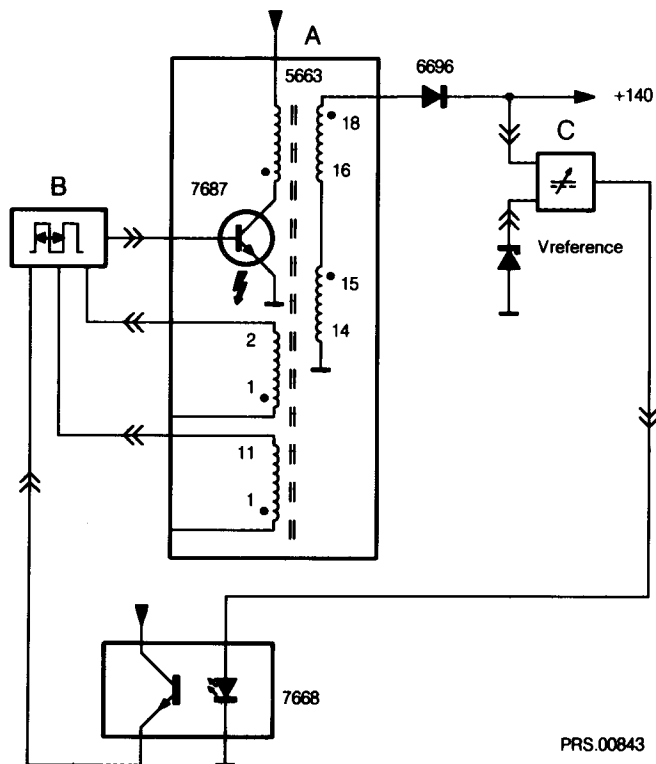

Fig. 2-1
2.2.1 Prinzip-Arbeitsweise (siehe Bild 2.1)